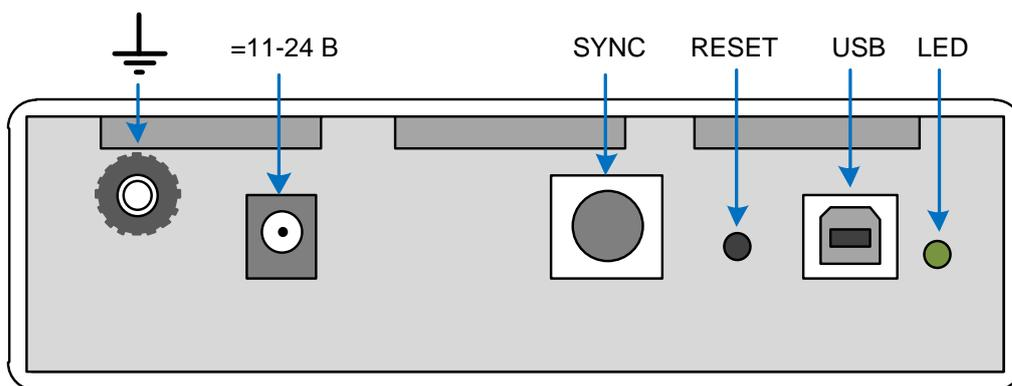
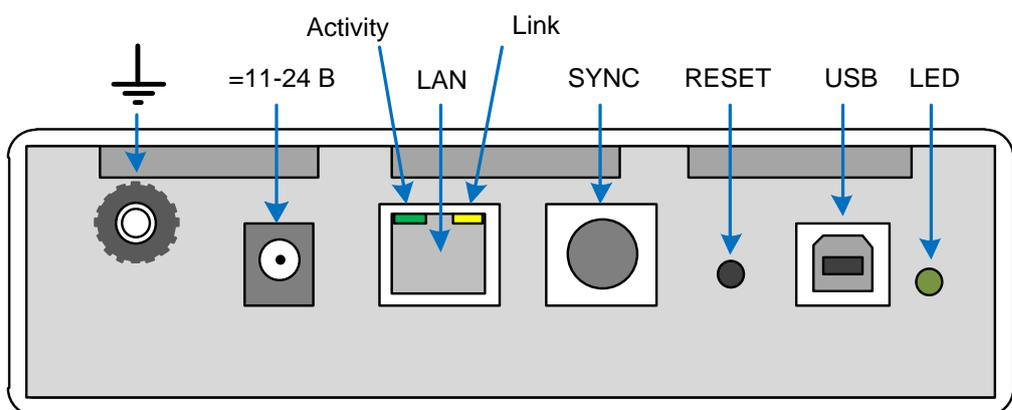

Рис. 3-9. Задняя панель крейта LTR-CU-1-4
Рис. 3-10. Задняя панель крейта LTR-CEU-1-4
Схематичное изображение задних панелей приведено на рис. 3-9, рис. 3-10. На панелях находятся:
- разъём LAN для подключения кабеля Ethernet *категории 5e* (разъём LAN присутствует только в LTR-CEU-1-4 вместе с кабелем – в комплекте поставки крейта, п. 2.4); на разъёме LAN находятся индикаторы Link и Activity состояния соединения по интерфейсу Ethernet, как показано на рис. 3-10;